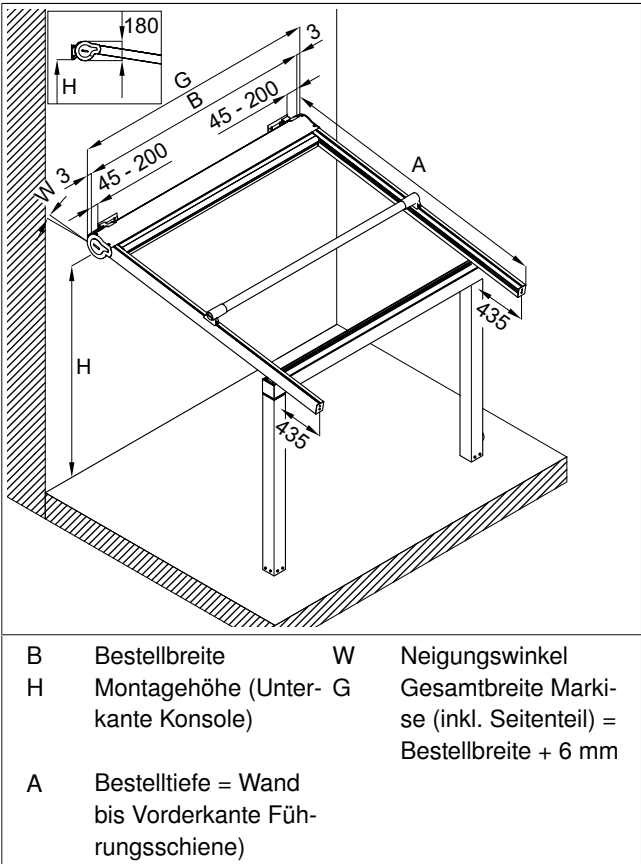
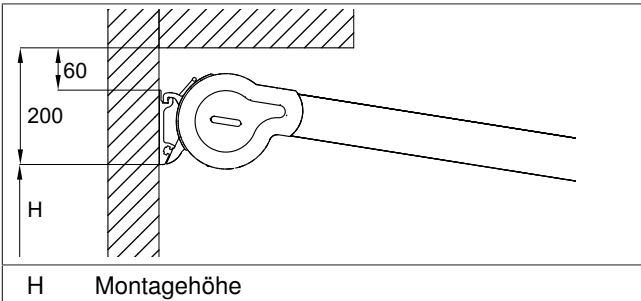

Abb. 3: Maßskizze Perea P60 mit kleiner Entwässerungsrinne (alle Maßangaben in mm)
Abb. 6: notwendiger Montage- raum nach oben (alle Maß- angaben in mm)
- Aufnahme auf Position schieben! Maximalen Abstand von Außenkante Markise beachten (siehe Abb. 3)! Schraube noch nicht fest anziehen, Aufnahme muss für das spätere Ausrichten zur Konsole noch verstellbar sein.
- Position der Konsolen auf dem Montageuntergrund übertragen (siehe Abb. 3/Seite 8)! Dabei den benötigten Abstand zu Decke beachten (siehe Abb. 6). Auf Höhengleichheit achten. - Konsole an der Markierung senkrecht und waagrecht ausgerichtet halten! - Das Bohrbild übertragen. - Die Befestigungslöcher bohren.
- Position der Schwerter für Dachsparrenmontage auf dem Montageuntergrund übertragen (siehe Abb. 3/Seite 8)! Auf Höhengleichheit achten. - Schwerter für Dachsparrenmontage an der Markierung senkrecht und waagrecht ausgerichtet halten! - Das Bohrbild übertragen. - Die Befestigungslöcher bohren.